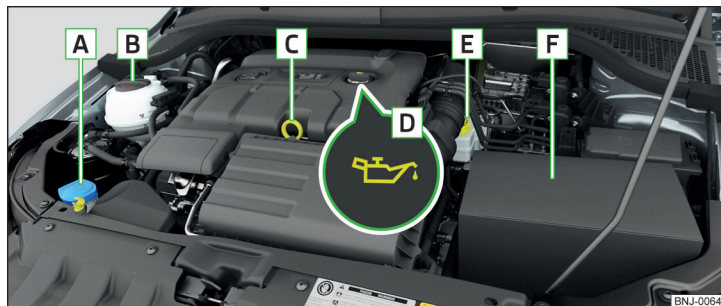

Abb. 168 Anordnungsbeispiel im Motorraum
- Den Deckel der Motoröleinfüllöffnung **D** abschrauben » Abb. 168 auf Seite 145.